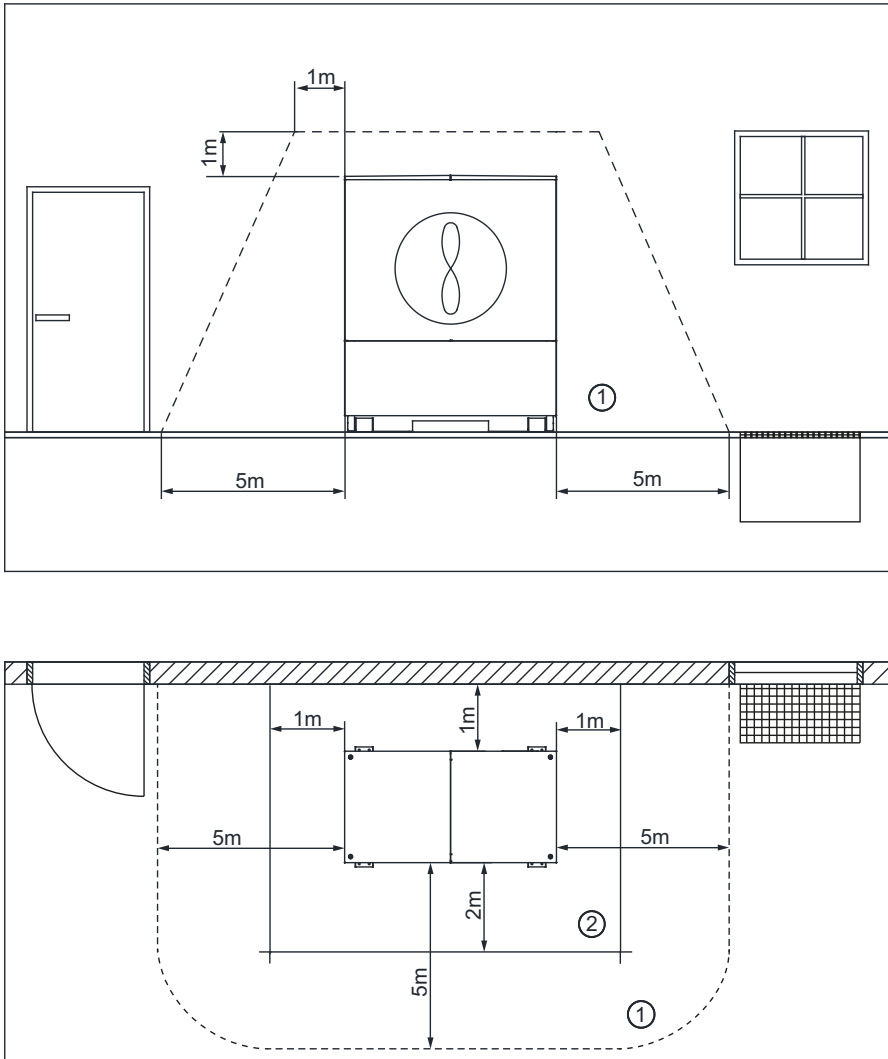
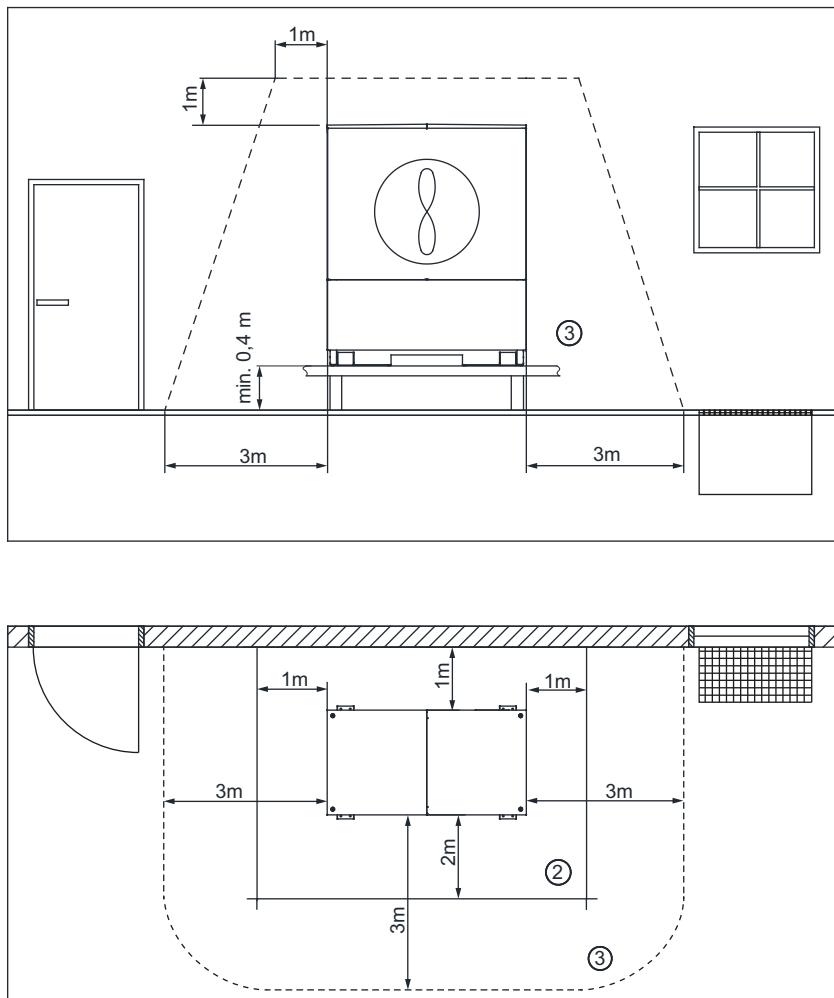

Fig. 6.1: Zona sicura e zona di manutenzione della pompa di calore
Fig. 6.2: Zona sicura e zona di manutenzione della pompa di calore per il montaggio su uno zoccolo
Per l'esecuzione dei lavori di manutenzione occorre mantenere liberamente accessibile un'area apposita ②, ved. Fig. 6.1 a pag. 7 e Fig. 6.2 a pag. 8 con le distanze raffigurate. In caso di installazione di più pompe di calore rispettare le distanze per la manutenzione ② tra le singole pompe di calore.
Mantenere una **zona sicura** ① di 5 metri attorno all'apparecchio (Fig. 6.1 a pag. 7). Questa zona deve essere priva di sorgenti di accensione, finestre, porte, aperture di areazione, lucer-
In caso di montaggio della pompa di calore su uno zoccolo (elevazione) con un'altezza di minimo 40 cm la zona sicura ③ può essere ridotta a 3 metri attorno alla pompa di calore (Fig. 6.2 a